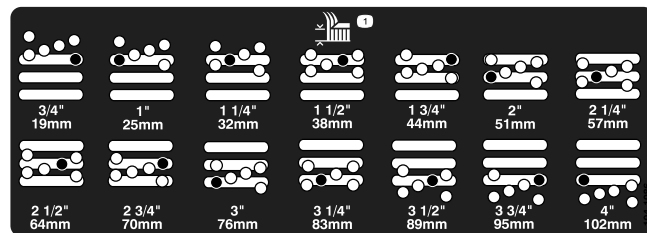

Figura 19
5. Spostate l'alloggiamento all'altezza di taglio opportuna e montate il distanziale nel foro e nella scanalatura dell'altezza di taglio prescelta (Figura 19).